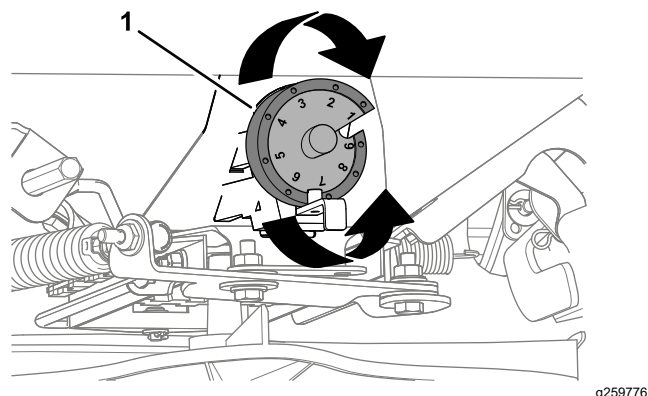

Figura 24
5. Gire la leva del dosificador (Figura 24) hasta el ajuste que determinó en el paso 4.